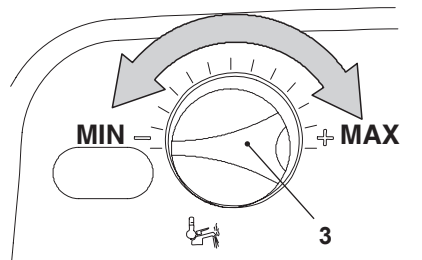

Fig. 9.13
- Ruotare la manopola regolazione temperatura sanitari 3 in Fig. 9.13 al minimo, sul display LCD compare la seguente visualizzazione (la sequenza P09 si alterna a 01).